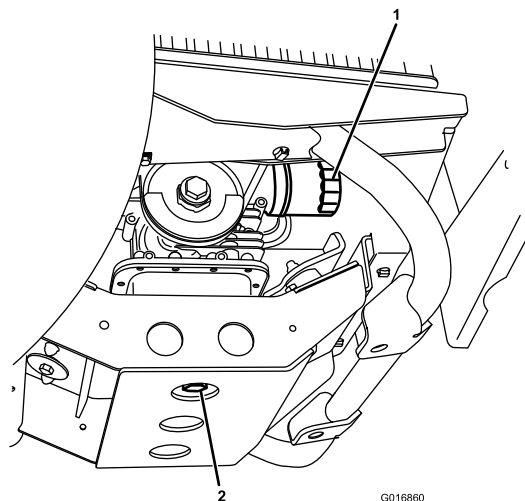

Figura 24
5. Togliete il tappo di spurgo (Figura 24) e lasciate defluire l'olio in una bacinella. Quando l'olio cessa di defluire, rimontate il tappo.
2. Togliete il vecchio filtro dell'olio (Figura 24).